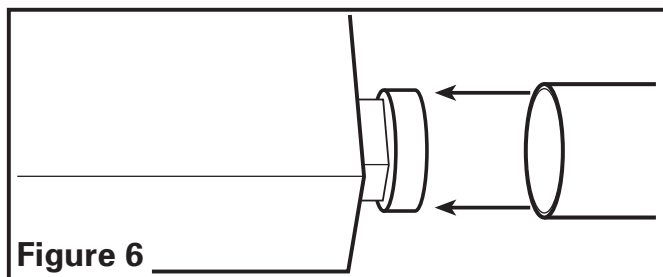

Figure 6
1. Enlever tout ruban adhésif qui pourrait retenir le clapet en place durant le transport et raccorder les conduits au collet du conduit du ventilateur (**Figure 6**). Fixer en place à l'aide de ruban ou de serre-joint. Toujours évacuer le ventilateur vers l'extérieur au travers de chapeau mural ou de toit.